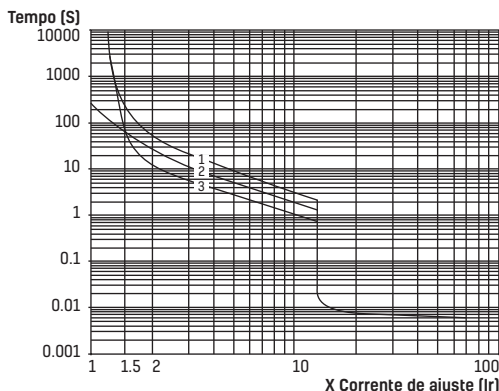

FIG. 2. TRIPPING TÉRMICO-MAGNÉTICO PARA TEMPERATURAS TRS2-25 (20 °C)
4.14 Curvas de triagem magnéticas para TRS2-25 são mostradas na Fig. 2.